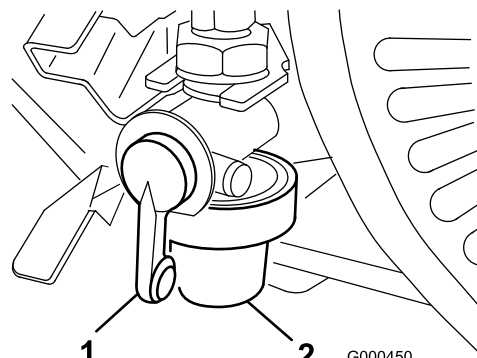

Figura 25
1. Chiudete la valvola d'intercettazione del carburante e svitate il pozzetto dal corpo del filtro (Figura 25).